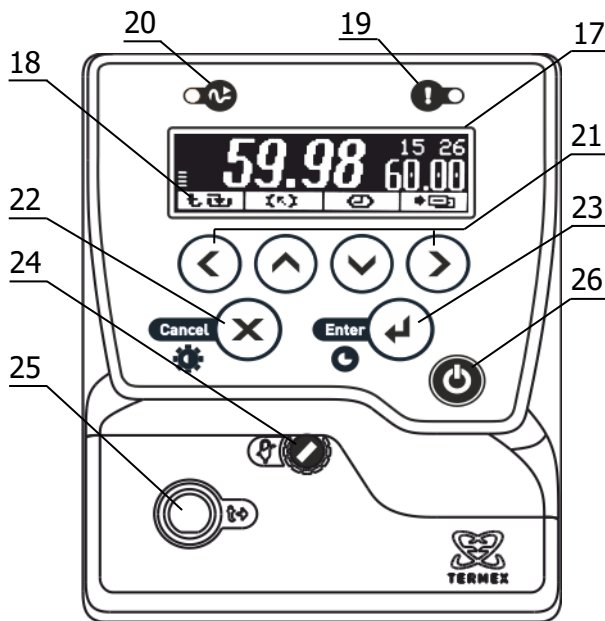

Рисунок 2 – Лицевая панель
Система безопасности блоков регулирования отключает двигатель насоса и нагреватель при срабатывании хотя бы одной из защит или неисправности датчика температуры (1.2.13). При срабатывании системы безопасности раздается звуковой сигнал, загорается индикатор 19 (рисунок 2) и на дисплей 17 выводится информация о причине неисправности.
2.3.1 После подключения сетевого кабеля к электрической сети блок регулирования переходит в режим ожидания. Подключение сопровождается кратковременной подсветкой дисплея 17 (рисунок 2).
2.3.6 Для регулировки яркости подсветки или контраста дисплея нажать кнопку 22 (X), выбрать изменяемый параметр кнопками (▲) и (▼) и установить его значение кнопками (◀) и (▶). Зафиксировать изменение нажатием кнопки 23 (↔) (рисунок 2).
2.6.6 Для выбора уставки в качестве текущей кнопками (▲) и (▼) подвести к ней указатель. Значение отмеченной указателем уставки дублируется крупными цифрами в правой части дисплея. Для подтверждения выбора отмеченной уставки нажать кнопку 23 (◀). Для отмены выбора нажать кнопку 22 (✕) (рисунок 2).
2.6.7 Для изменения численного значения отмеченной указателем уставки нажать кнопку (▶). На рамке, обрамляющей значение уставки в правой части дисплея, появятся «засечки», указывающие на изменяемую позицию в численном значении. Цифра в отмеченной позиции мигает. Нажатиями кнопок (▲) и (▼) установить требуемую цифру в отмеченной позиции. Если удерживать кнопку нажатой, значение уставки будет изменяться непрерывно. Нажатиями кнопок (◀) и (▶) переместить отметку изменяемой позиции. Дискретность изменения значения уставки зависит от положения изменяемой позиции: если отмечена позиция десятков, то при единичном нажатии кнопки (▲) или (▼) значение уставки изменится на 10 °С. Если отмечена позиция десятых долей, то значение уставки изменится на 0.1 °С соответственно. Закончить ввод нового значения уставки нажатием кнопки 23 (◀). Для возврата к значению уставки до ее изменения нажать кнопку 22 (✕) (рисунок 2).
2.7.5 После устранения причины срабатывания защиты или ее отключения кнопкой (▶) индикатор 19 (рисунок 2) погаснет. Перевести блок регулирования в рабочий режим нажатием кнопки 23 (←).
2.8.3 Температура срабатывания защиты от перегрева теплоносителя устанавливается вращением регулятора 24 (рисунок 2). Для изменения положения регулятора используйте подходящий инструмент, например, часовую отвертку.
2.8.4 Для точной установки температуры срабатывания защиты (рисунок 2):